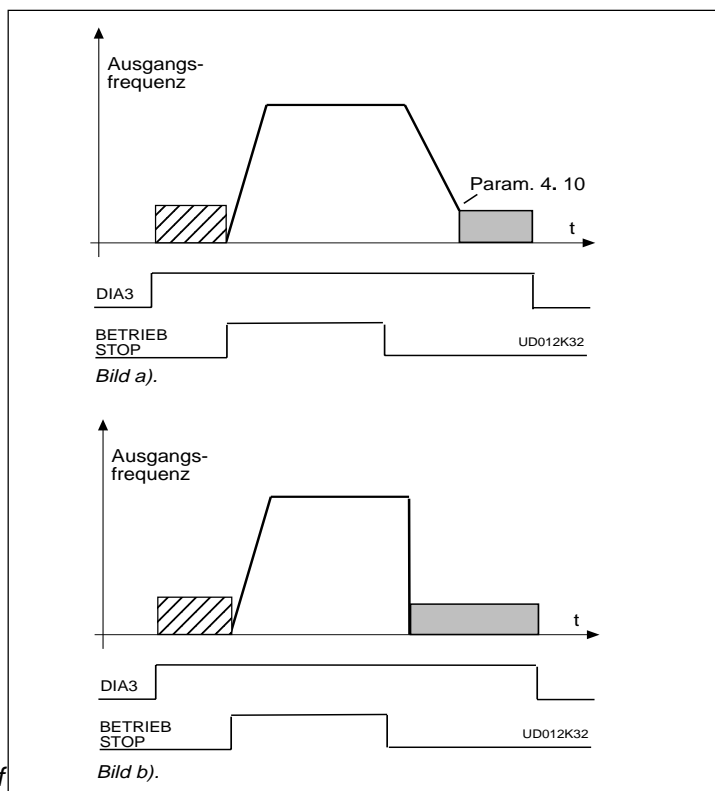

Bild 4.5-1 DIA3 als DC-Brems-Befehl:
- 9: DC-Bremsung bei Stop Kontakt geschl. = Bei Stop Befehl wird mit Gleichstrom gebremst, solange der Kontakt geschlossen ist, siehe Bild 4.5-1. Der Bremsstrom wird mit Par. 4. 8 vorgegeben.